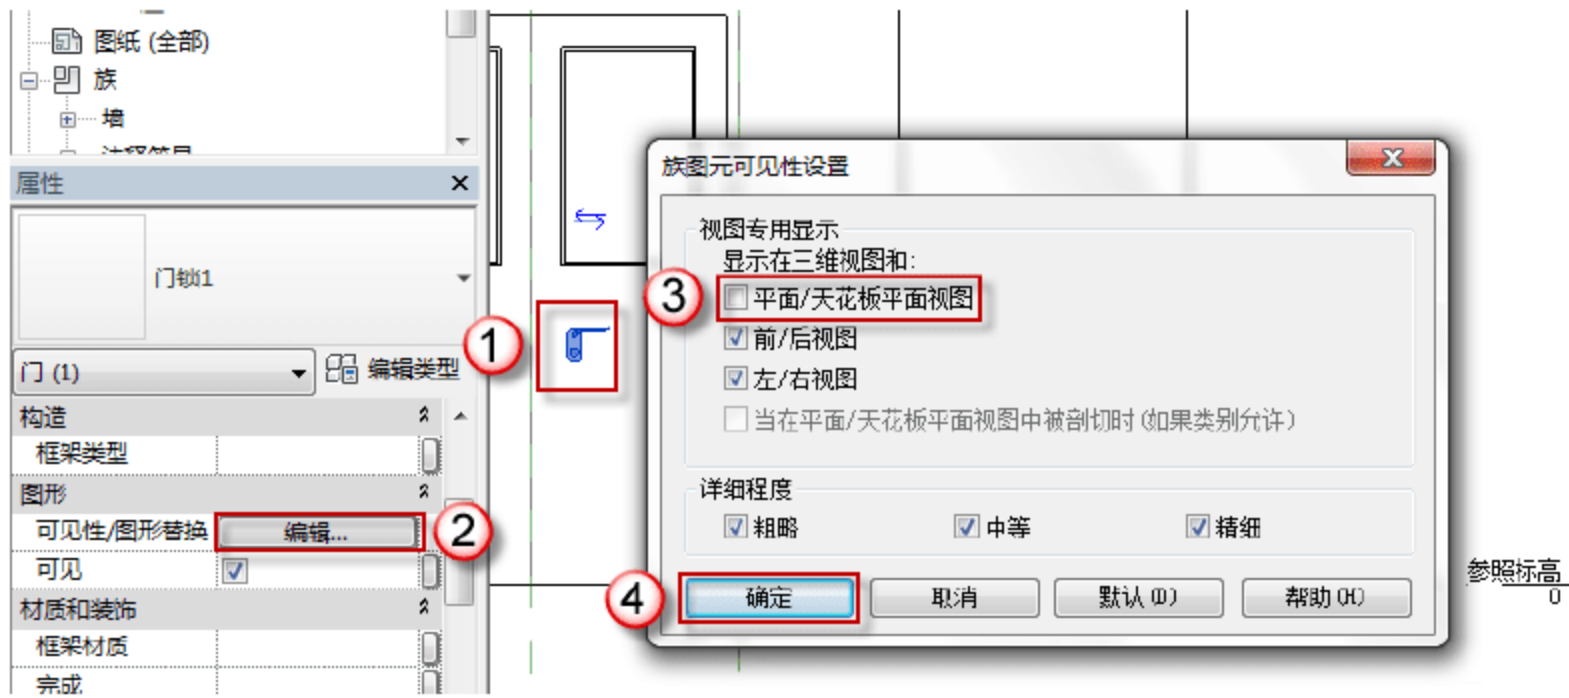

图 6.2.73 修改门锁 1 的可见性
(31) 修改门锁的可见性。在门锁的“属性”面板中，单击“图形”栏“可见性/图形替换”后的“编辑”按钮，弹出“族图元可见性设置”对话框，取消“平面/天花板平面视图”复选框的选择，单击“确定”按钮，如图 6.2.73 所示。最后按两次快捷键 M，将“门